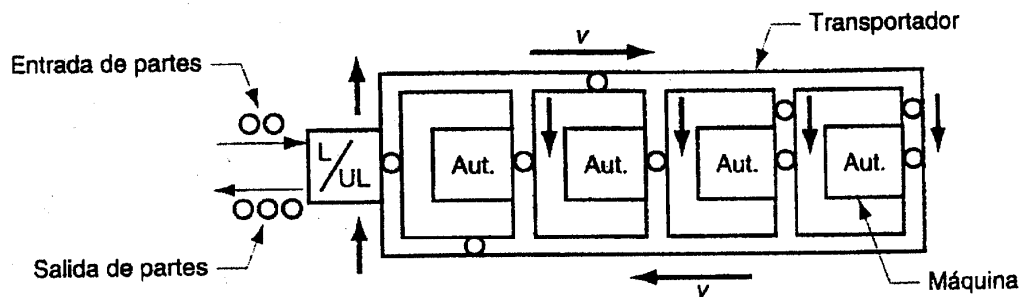

Figura 2.7. Distribución de planta de un FMS en escalera.
c) En Escalera.- En esta configuración también se pueden tener diferencias en la secuencia de procesamiento de las partes, ya que las estaciones de maquinado se encuentran en las “peldaños” de la escalera. Ver figura 2.7.